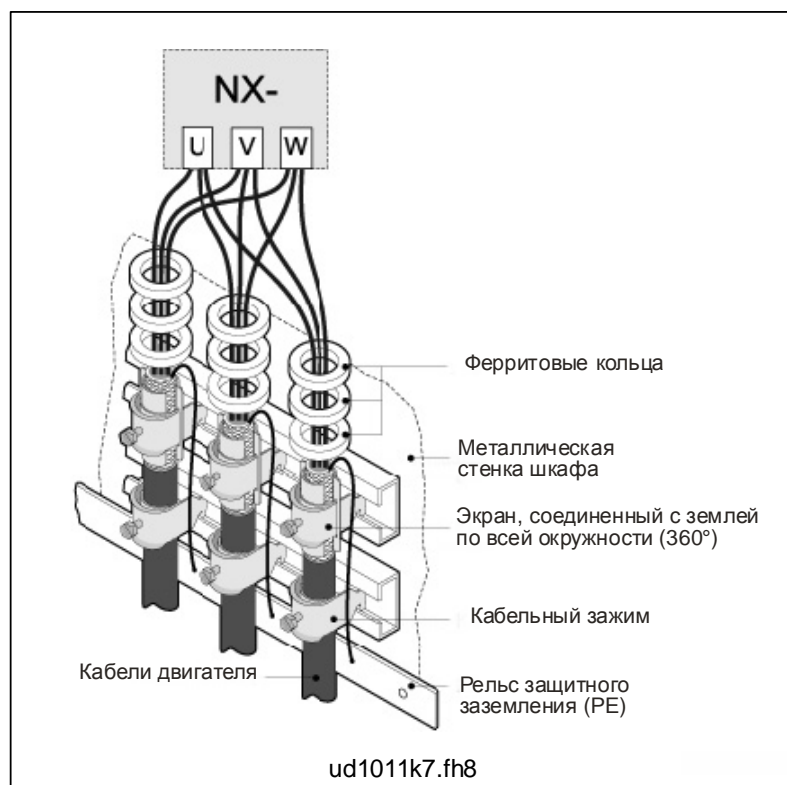

Рисунок 6-8. Установка ферритовых колец
Выбор кабелей и монтаж должны производиться в соответствии требованиями окружающей среды. Экран кабеля двигателя необходимо заземлять на каждом конце (у преобразователя частоты, защитного выключателя, двигателя и т. д.) так, чтобы полное сопротивление для высокой частоты было как можно меньше. Наилучшее решение достигается при 360-градусном заземлении (заземление по всей окружности экрана). Если это трудно осуществить, подключите провод защитного заземления (PE) к земле или к (металлической) стенке панели сразу после места зачистки кабельной оболочки (см. рисунок 6-8, варианты а и b). Для дополнительного снижения влияния синфазных напряжений можно установить соответствующие дроссели на выводах двигателей. Простейший способ - это использование ферритовых колец достаточно большого диаметра, что позволяет продеть через них проводники, идущие к фазам двигателя.
Пропустите через кольца только фазные проводники; экраны кабеля должны оставаться дальше и не охватываться кольцами, см. рисунок 6-8. Отделите провод защитного заземления (PE). В случае параллельных кабелей двигателя, предусмотрите одинаковое количество комплектов ферритовых колец для каждого кабеля и пропустите все фазные проводники одного кабеля через кольца одного комплекта.